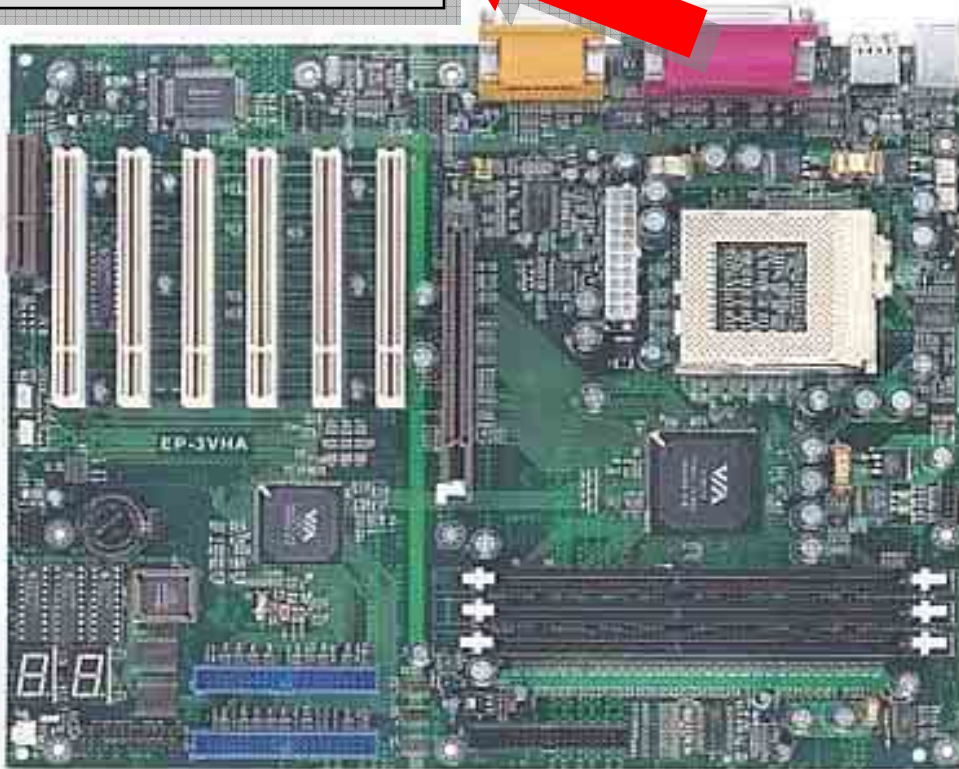

Figura 7.3: Motherboard ATX
- 2.3.1 Puertos de entradas y salidas integrados:** A diferencia de Baby AT, que tiene los conectores de salida independientes del Motherboard, ATX tiene todos estos puntos de conexión soldados directamente desde el Motherboard y hacia una única salida, estandarizando la conectividad de todos los periféricos. (Ver Figura 7.3).